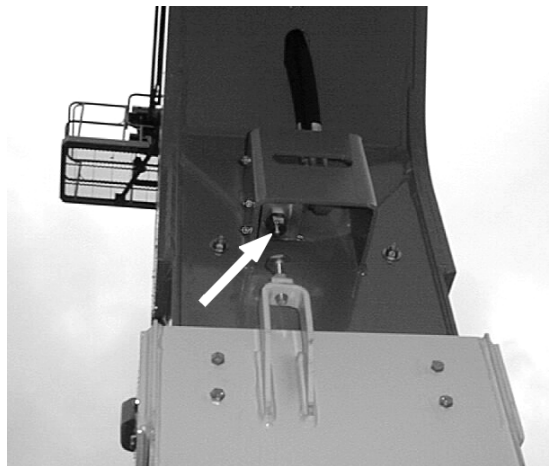

图 2-6. 塔臂水平限位开关
- d. 将塔基臂抬升至最大高度。将塔飞臂伸出几英尺。检查塔基臂部分末端的塔臂水平限位开关上的柱塞是否完全伸出。图 2-6. 中显示的柱塞完全伸出。